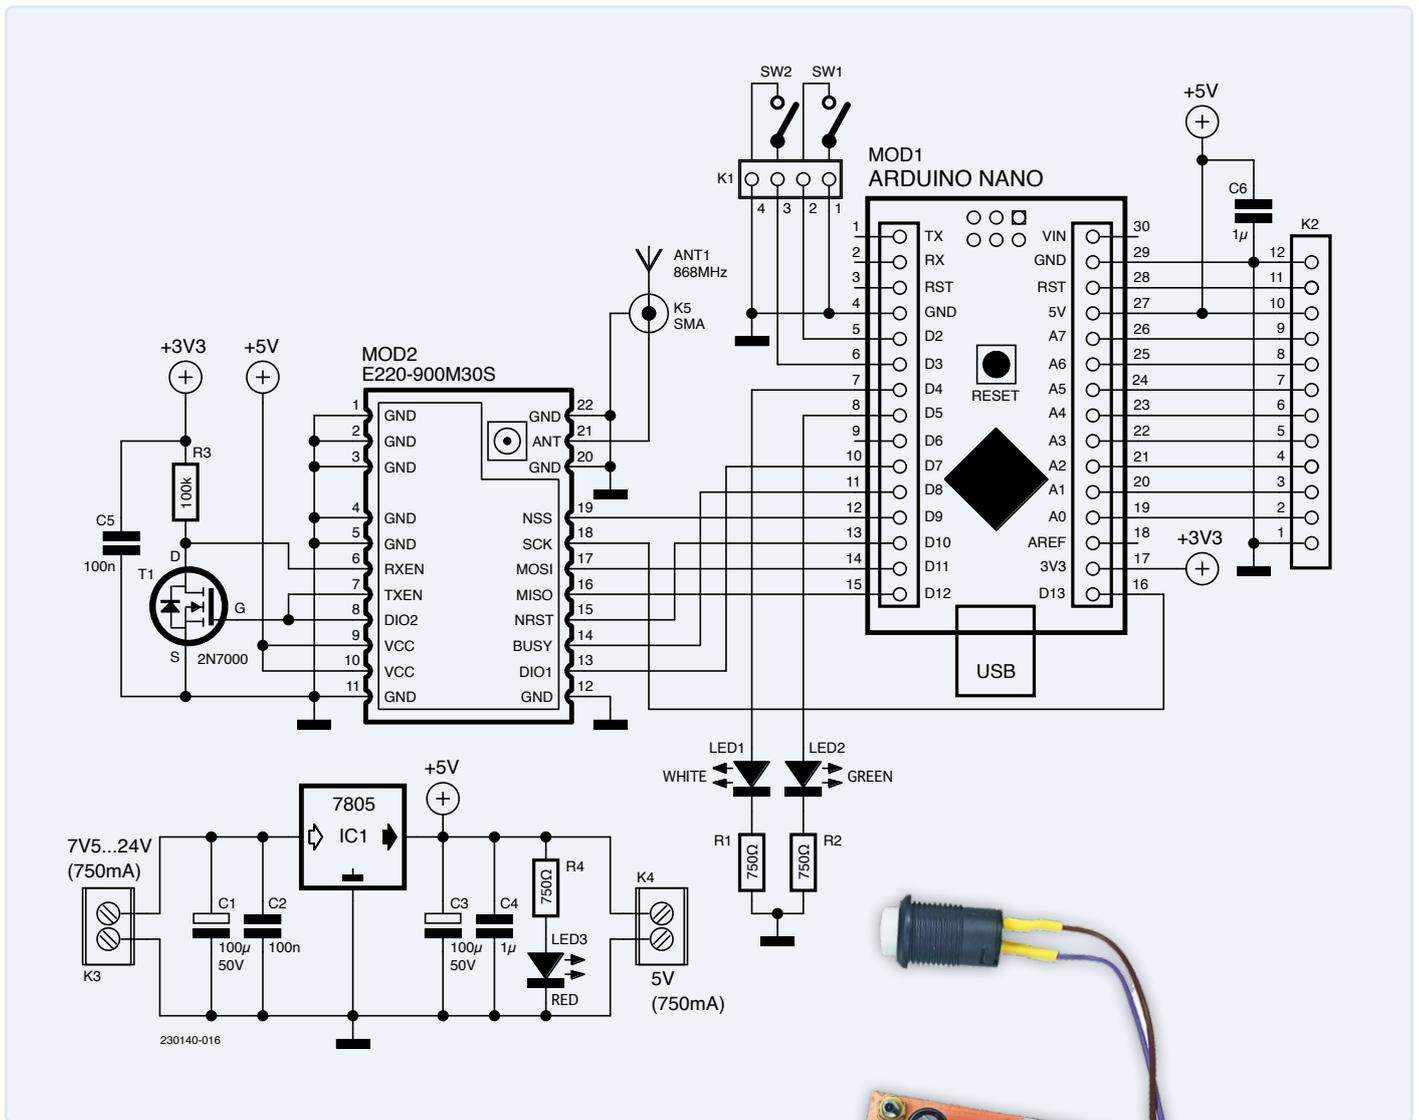

Bild 1. Schaltung des Schweizer LoRa-Taschenmessers.
Die hier beschriebene kleine Baugruppe umfasst ein LoRa-Modul, eine Arduino-Nano-Platine, einen 5-V-Regler, einige LEDs und ein paar Schraubklemmen für den bequemen Anschluss beliebiger Sensoren, Steuerungen, eines OLED-I²C-Displays oder zusätzlicher LEDs. Der Aufbau ist sehr flexibel, was zum Teil auch auf das Programm zurückzuführen ist, also ein echtes Schweizer LoRa-Taschenmesser. Der Schaltplan in **Bild 1** zeigt auch die Verbindungen zwischen dem Arduino Nano und dem Modul E220-900M30S, einen Spannungsregler mit einer Betriebsanzeige-LED sowie zwei weitere LEDs, die eine Übertragung (TX) oder einen Empfang (RX) signalisieren. Andere Komponenten können über den Header K2 angeschlossen werden: Die Ports A0...A5 sind je nach Konfiguration analoge Eingänge oder digitale I/Os. A4 und A5 können auch als I²C-Bus konfiguriert werden, um I²C-Sensoren oder sogar ein kleines OLED-Display mit 128×64 Pixel anzuschließen. A6 und A7 sind zwei dedizierte Analogeingänge. Die analogen Eingänge des Nano haben eine Auflösung von 10 Bit. Der +5-V-Anschluss (Pin 10) kann entweder als Eingang oder als Ausgang fungieren. Der Anschluss DIO2 des LoRa-Moduls ist mit dem Tx-Eingang des Antennenschalters und mit dem Gate von Transistor T1 verbunden, der als logischer Inverter fungiert. Der Drain steuert den Rx-Eingang desselben Antennenschalters. Die weiße LED1 signalisiert eine Übertragung (TX), die grüne LED2 den Empfang (RX) eines gültigen LoRa-Signals, allerdings ohne Information über den Inhalt. Darüber hinaus aktiviert das Programm den Port A2 für eine Sekunde, wenn die erwartete Nachricht erkannt wird.